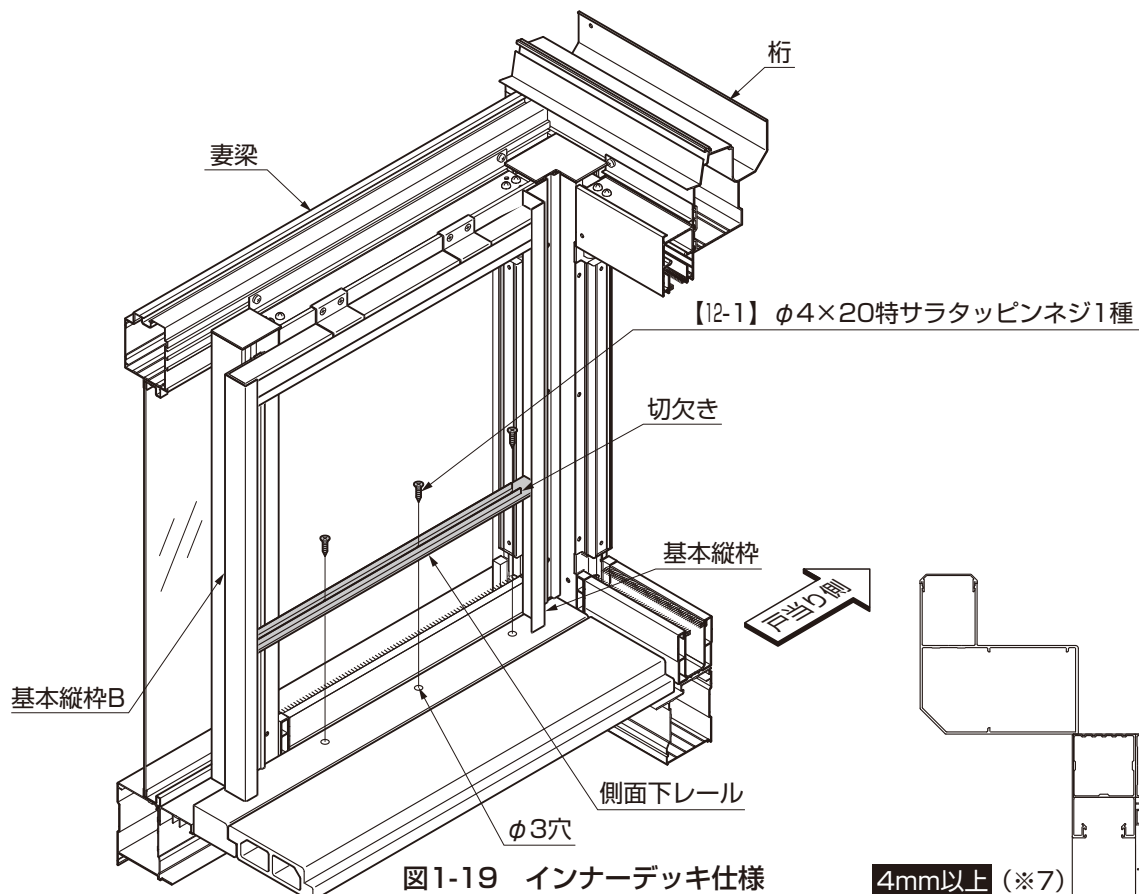
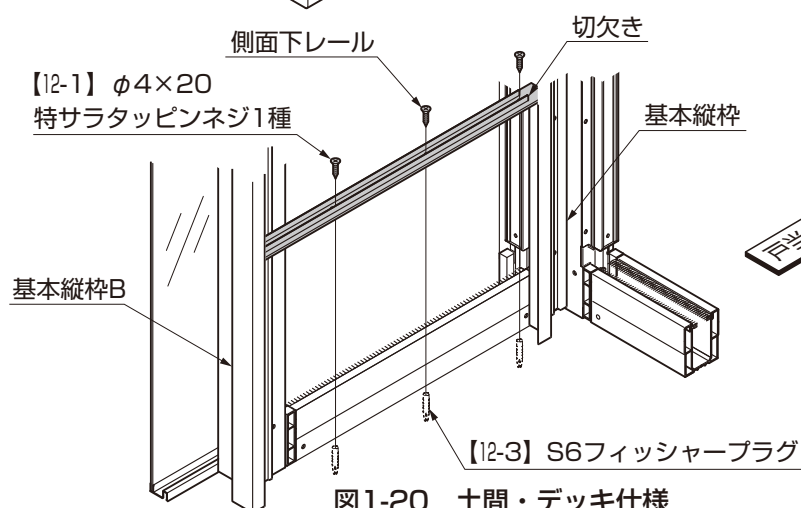

図1-19 インナーデッキ仕様
図1-20 土間・デッキ仕様
①側面下レールの向きを確認して、デッキ材φ3の下穴をあけ【12-1】で取付けてください。(図1-19、図1-20参照)
- 土間仕様の場合の下レール取付けには、【12-3】を使ってください。(図1-20参照)